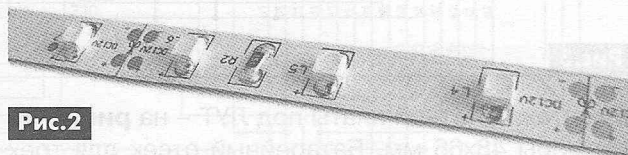
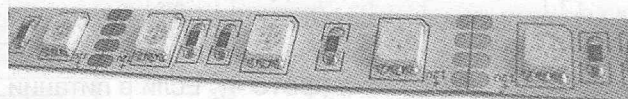

Рис. 2
Рис. 3
- типу корпусов применяемых светодиодов: 3528 (рис. 2) или 5050 (рис. 3);